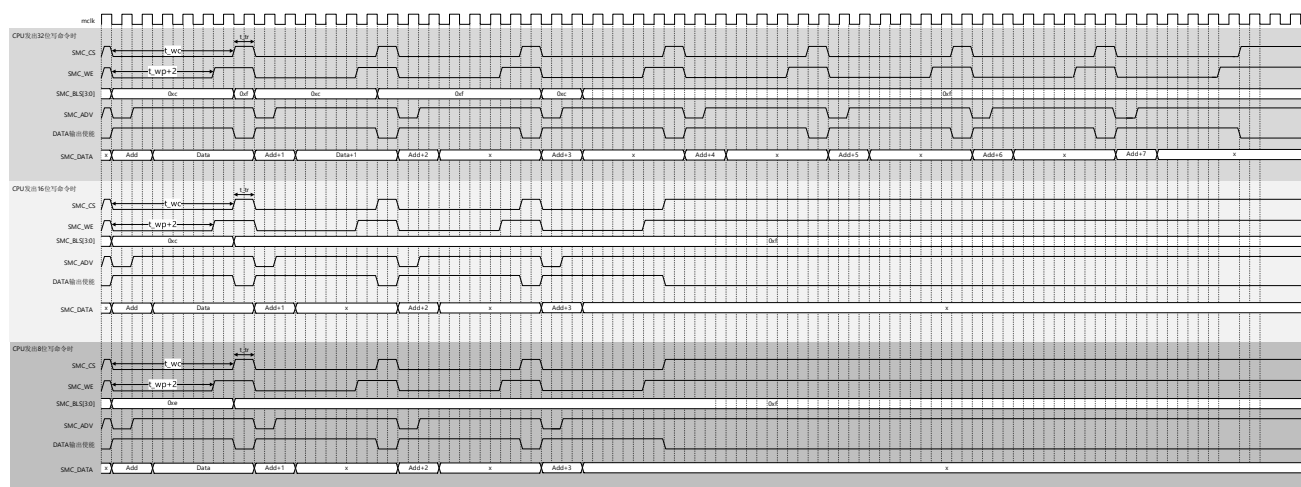

图 39-18 地址数据线复用单次写动作基本时序 (异步方式 (WSYN=0) &16 位位宽 (MW=01))
d) 表 39-10 和图 39-18 是地址数据线复用的单次写动作的基本时序图和设定例。